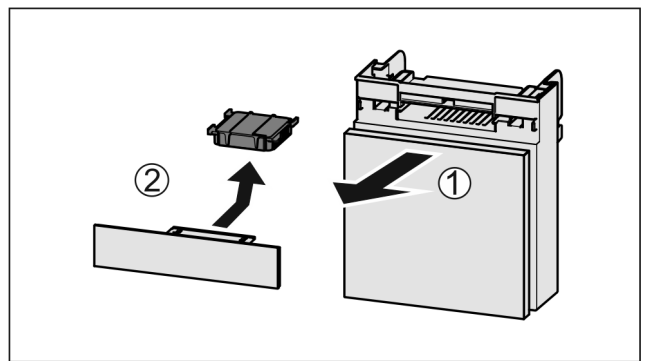

Fig. 96
- ▶ 向前拉出 Fig. 96 (1) 抽屉。
- ▶ 取出 Fig. 96 (2) 活性炭过滤器。